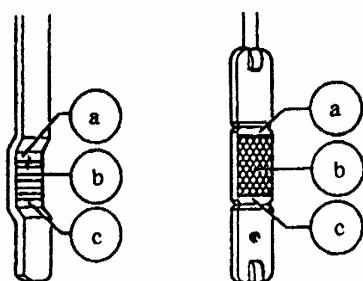

图 4-95 机油标尺
(1) 起动发动机暖机直至机油温度高于 60℃，将发动机熄火，并使汽车停在水平路面上。等待数分钟，待机油回流至油底壳后方可进行下面步骤。
(2) 拨出机油标尺, 用干净布擦净标尺后重新插入。再次拨出机油标尺, 读取油位。机油标尺上的油位标记如图 4-95 所示, 其中 a 表示不可加机油; b 表示可加注机油, 加注后油位可达 a 区; c 表示必须加注机油, 使油位达区域 b 某一位置即可。